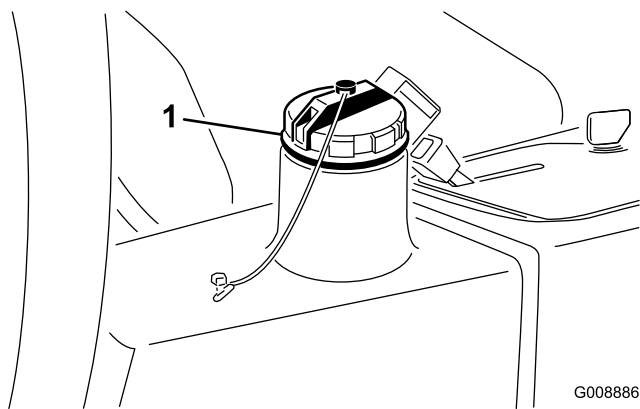

図 37
2. 油圧オイルタンクの注油口周辺をきれいに拭き、キャップ（図 37）を外す。